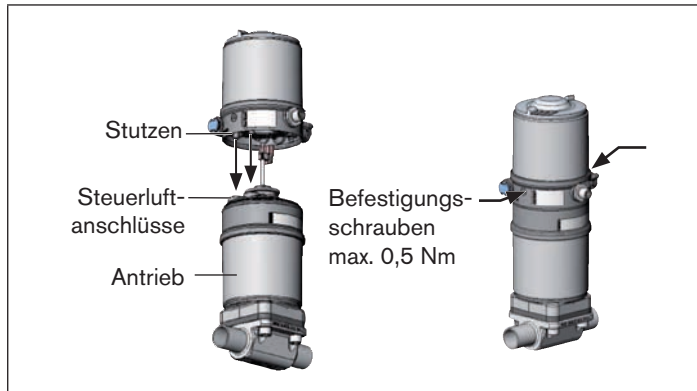

Bild 6: Montage Steuerkopf, Reihe 21xx
2. die Stützen des Steuerkopfs in die Steuerluftanschlüsse des Antriebs (siehe „Bild 6“) hineinfinden.